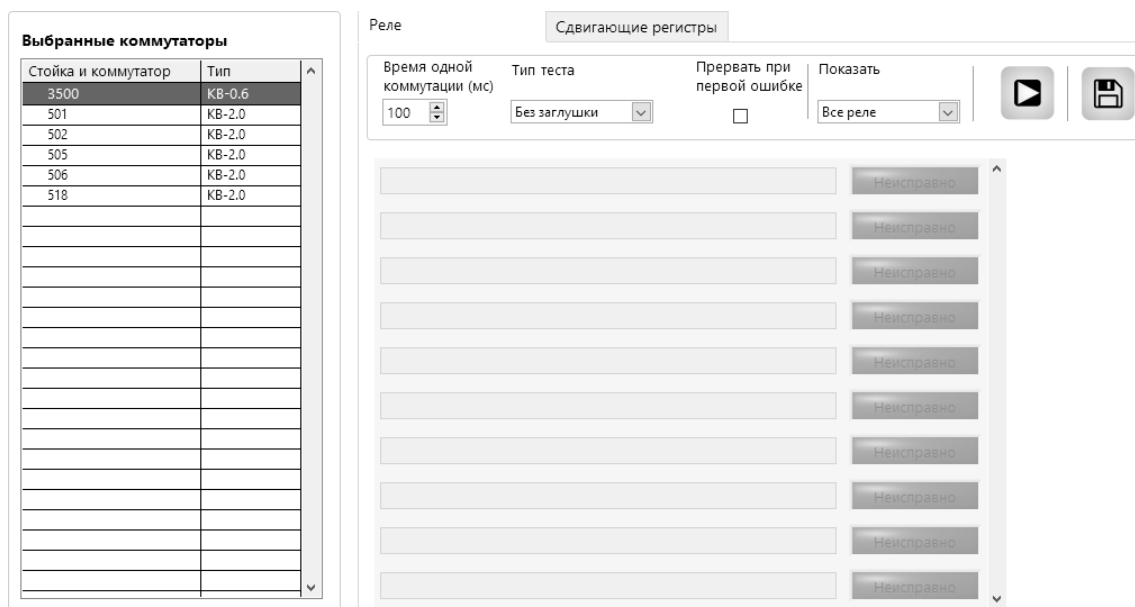

Рисунок 64 – Окно самоконтроля
- в центральной области пользовательского интерфейса будет доступно окно (см. рисунок 64);